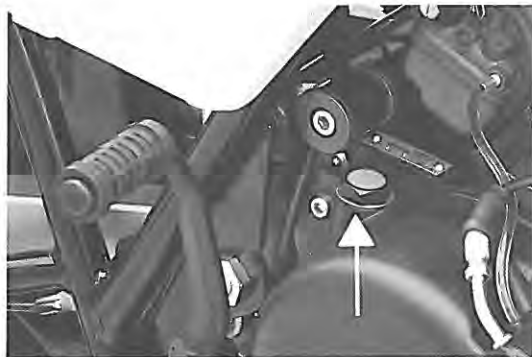

Fig. 11
- Togliere il tappo di carico olio posto sul carter destro (**Fig. 11**)